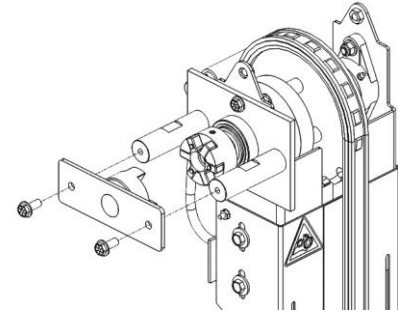

Figure E-18, Blocage de service de l'élévateur
7. Retirer les boulons (2) de la plaque de montage du motoréducteur et retirer le motoréducteur de l'élévateur.
8. Installer le blocage de service de l'élévateur (051-200-532). Voir la Figure E-18.